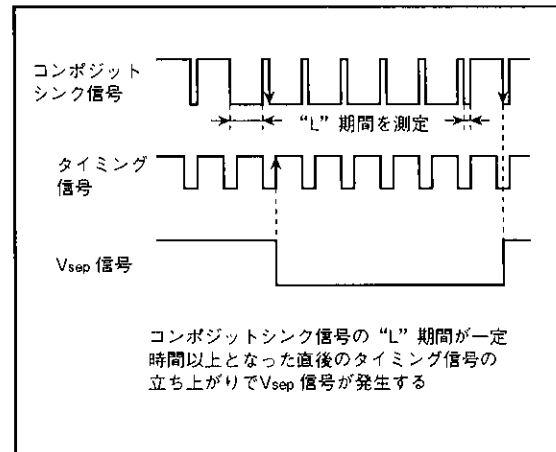

図22. Vsep発生タイミング (方法2)
- ・方法2 コンポジットシンク信号の“L”レベル幅を測定し、一定時間以上であれば、その“L”レベル直後のタイミング信号の“L”レベル期間中に、コンポジットシンク信号の立ち下がりがあるかを検出します。立ち下がりがある場合は、タイミング信号の立ち上がりに同期してVsep信号を発生します(図22参照)。
発生タイミングを図22に示します。図中のタイミング信号はタイミング発生回路が出力する基準クロックをもとに発生されます。